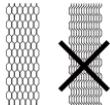

Fig.10
- Se correttamente posizionate, l'implantazione delle piastre assume la forma di "nido d'ape" (Fig.10).